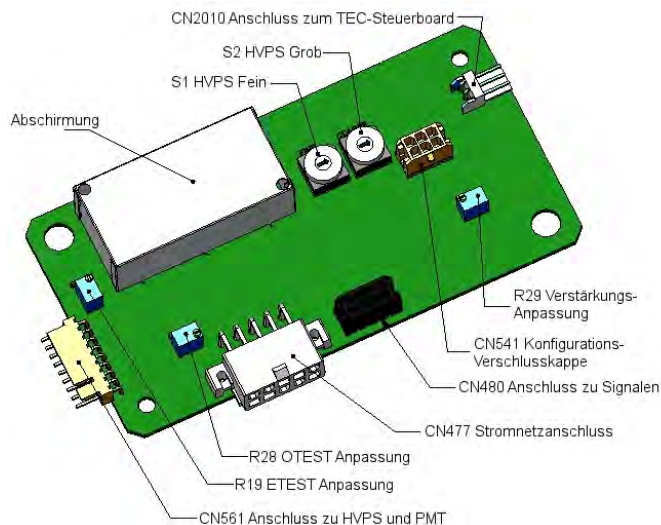

Abbildung 5-19 Anordnung des Vorverstärkers
4. Finden Sie die folgenden Komponente beim Vorverstärker (Abbildung 5-19):